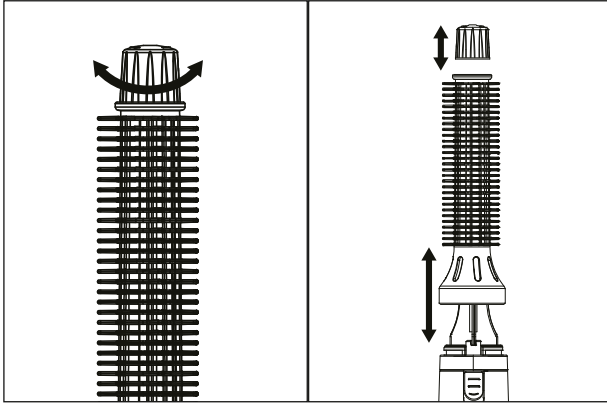

Abb. 1
- 1) Nehmen Sie den Bürstenaufsatz ② vom Gerät ab, um ihn zu reinigen (Abb. 1). Dafür öffnen Sie zunächst den Verschluss ①, indem Sie ihn gegen den Uhrzeigersinn drehen. Ziehen Sie anschließend den Bürstenaufsatz ② vom Gerät ab.
- 2) Legen Sie den Bürstenaufsatz ② zur Reinigung in lauwarmes Wasser. Sie können Reinigungsmittel verwenden, spülen Sie dann gründlich mit Wasser nach. Lassen Sie den Bürstenaufsatz ② vollständig trocknen, bevor Sie ihn wieder auf das Gerät setzen.
- 3) Schieben Sie den Bürstenaufsatz ② und anschließend den Verschluss ① wieder auf das Gerät (Abb. 1). Drehen Sie den Verschluss ① im Uhrzeigersinn zu.